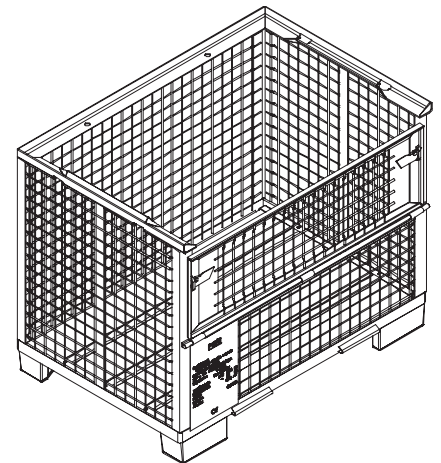

Fig. A2.02
6. Para proteger el material durante el transporte pueden utilizarse palets y dispositivos de apilado PERI. (Fig. A2.02)